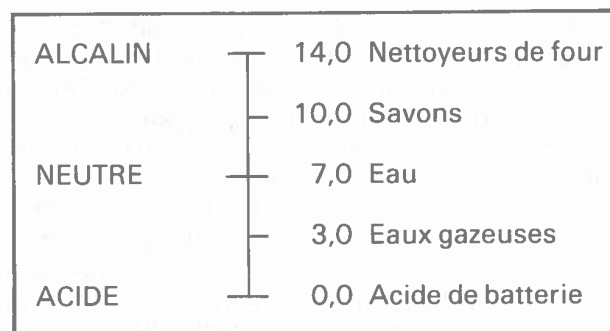

Figure 1 Échelle de pH
13. pH — The scale shown in Figure 1 has been developed to measure the degree of acidity or alkalinity of various water based maintenance products. As outlined in the following chart, pH 7.0 is considered neutral. Tap water is generally between pH 6.5 and 7.5 pH values above 7 to 14 represent products of increasing alkalinity; pH values less than 7 to pH 0.1 represent increasing acidity.
13. pH — L'échelle présentée dans la figure 1 a été mise au point en vue de mesurer le degré d'acidité ou d'alcalinité de divers produits d'entretien à base aqueuse. Comme le montre le tableau qui suit, un pH de 7,0 est considéré neutre. L'eau du robinet se situe normalement entre des valeurs de pH de 6,5 à 7,5. Des valeurs de pH supérieures, de 7 à 14, indiquent l'alcalinité croissante des produits; des valeurs de pH inférieures, entre 7 et 0,1, indiquent une acidité croissante.
Figure 1 pH Scale